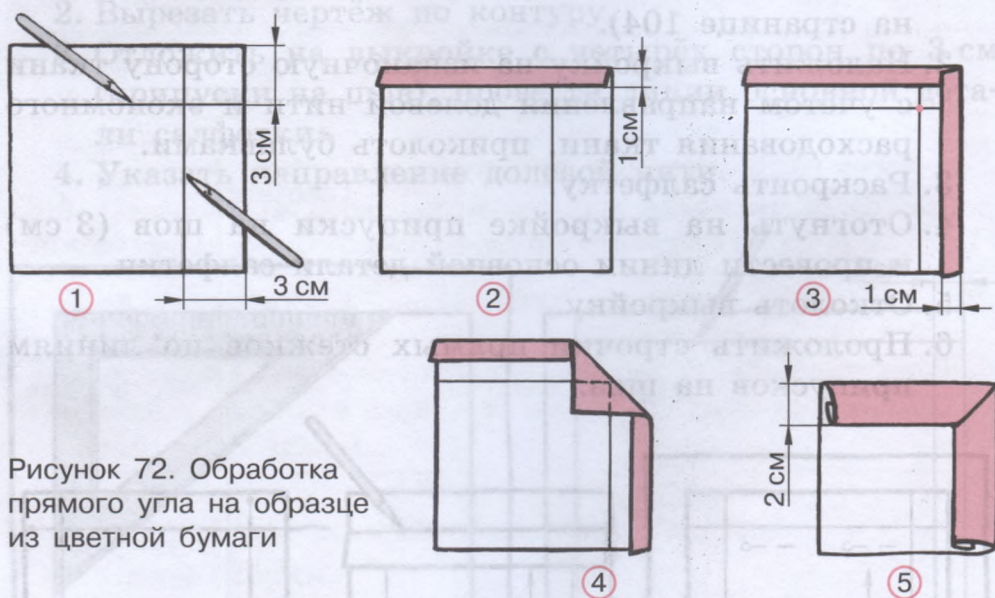

Рисунок 72. Обработка прямого угла на образце из цветной бумаги
1. Рассмотрите рисунок 72.
2. Заложить углы, заколоть (смотри рисунок 72, 4).